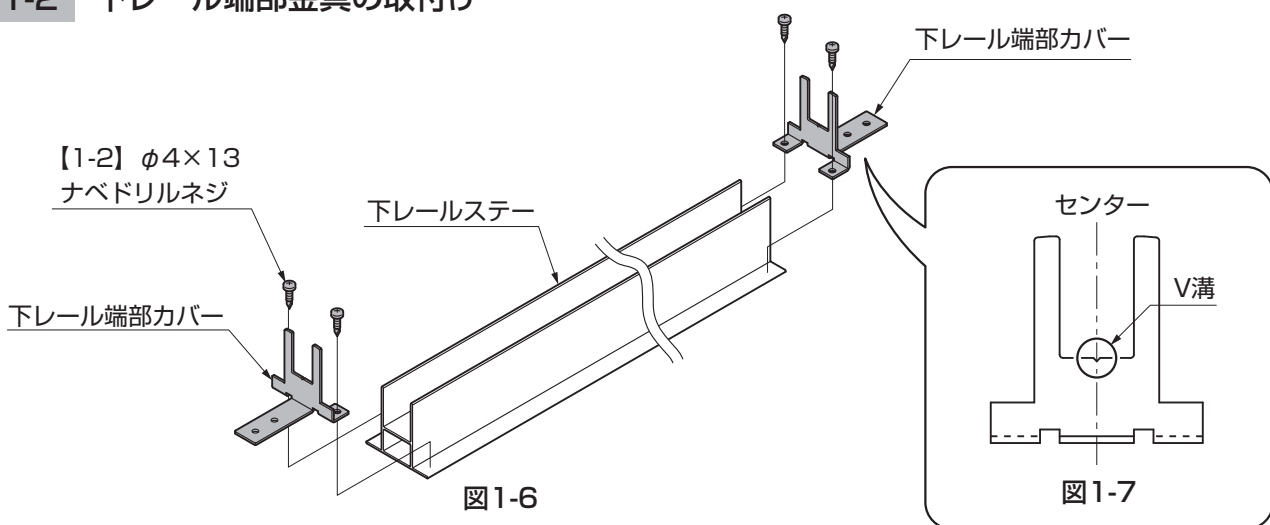

図1-6
- ① 下レール端部カバーを下レールステーの両端に【1-2】で取付けてください。(図1-6参照)